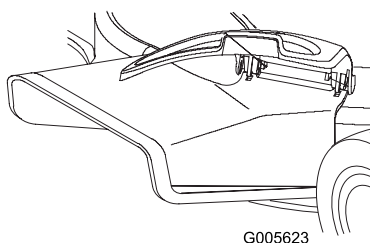

Figura 27
2. Alzate il carter dell'apertura laterale (Figura 27).
3. Infilate il condotto di scarico sull'apertura allineando le scanalature del condotto alle linguette sotto il carter (Figura 27).